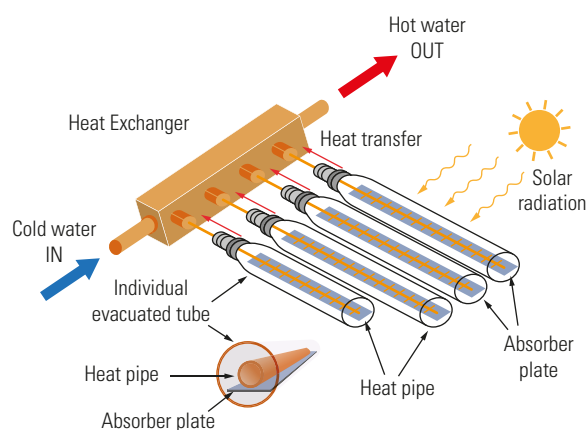

Fig. 5 Capteur thermique tubulaire
- Les capteurs tubulaires (Fig. 5) sont constitués de tubes en verre, dans lesquels le vide d'air a été réalisé. Ils ont le meilleur rendement dans les moins bonnes conditions : une énergie solaire relativement faible et/ou une basse température extérieure. Étant plus efficaces lorsqu'il fait froid, ils sont recommandés si l'installation est également combinée au